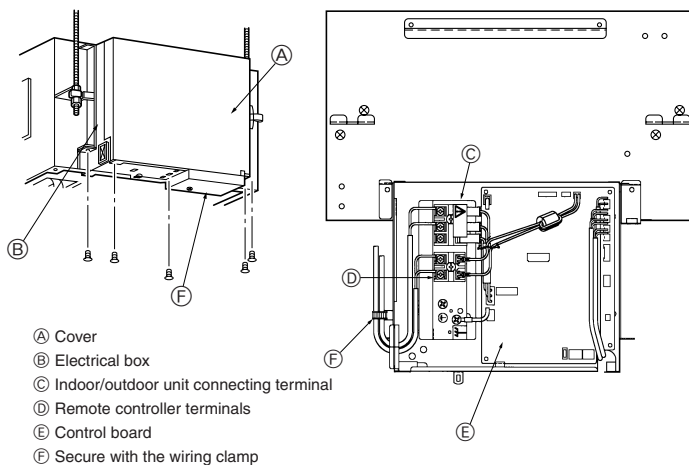

Fig. 5-1
5.1. Electric wiring (Fig. 5-1)